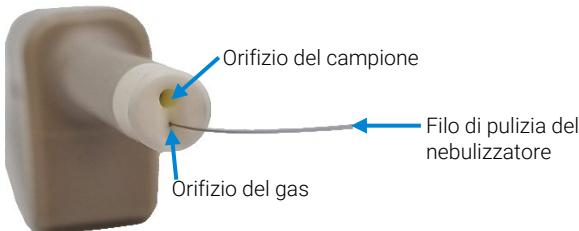

Figura 3 Pulizia dell'orifizio del nebulizzatore Agilent con scanalature a V, inerte, per campioni ad alto tenore di TDS (solidi disciolti totali)
- Filo di pulizia, per l'orifizio del gas (vedere Figura 3)